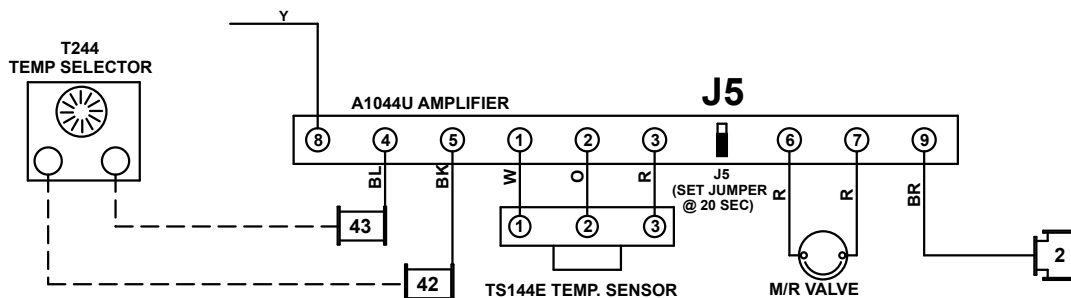

Figure 67. Schéma de câblage de l'amplificateur de remplacement (PN 268274)
- (2) Positionnez le rail de montage de l'amplificateur de remplacement fourni avec l'amplificateur au même endroit que celui où était monté l'amplificateur existant, puis marquez et percez deux trous de montage de 7/64 de pouce.
- (3) Fixez le rail de montage à l'aide des vis fournies. Installez soigneusement l'amplificateur sur le rail de montage.
- (4) Coupez les terminaux de tous les fils d'amplificateur déconnectés et remplacez-les par les terminaux des fils fournies dans le kit.
- (5) Connectez le câblage à l'amplificateur de remplacement conformément à la Figure 67. Assurez-vous que le cavalier J5 au centre de la partie inférieure de l'amplificateur est réglé à la position 20 secondes comme indiqué.
- (6) Réglez les thermostats sur les réglages de température de l'amplificateur remplacé.